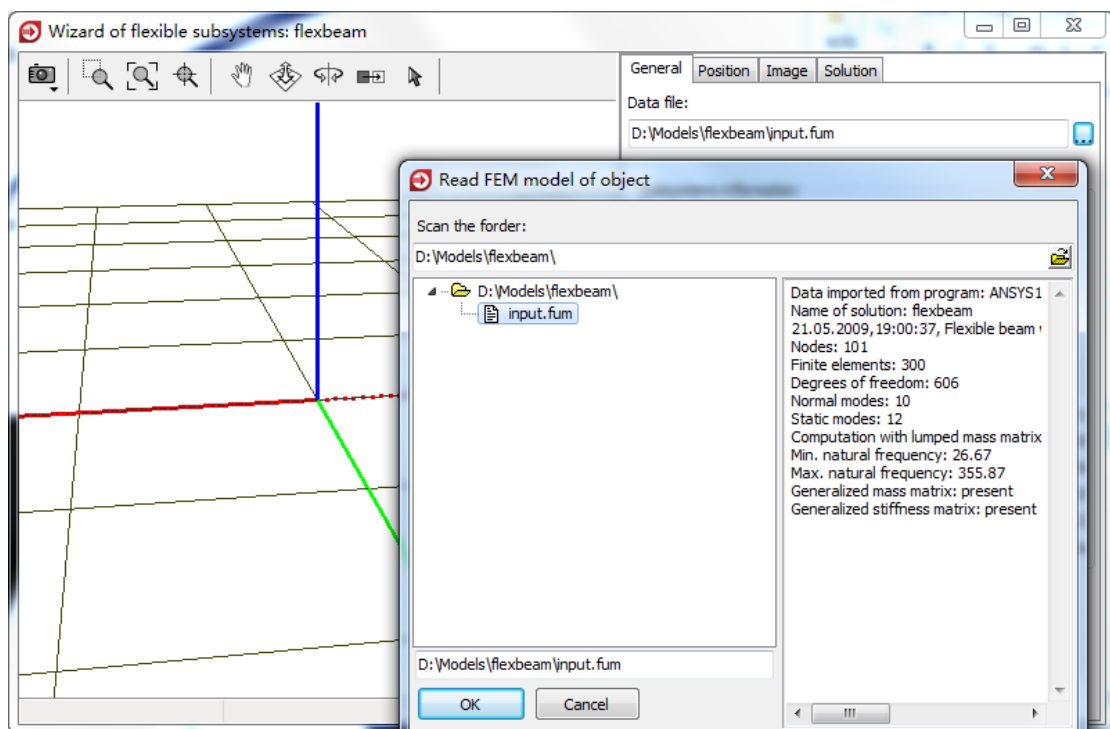

图 1.4
3. 点击按钮 ，选择 **.flexbeam** 文件夹里的文件 **input.fum**，点击 **OK**，如图 1.4 所示。